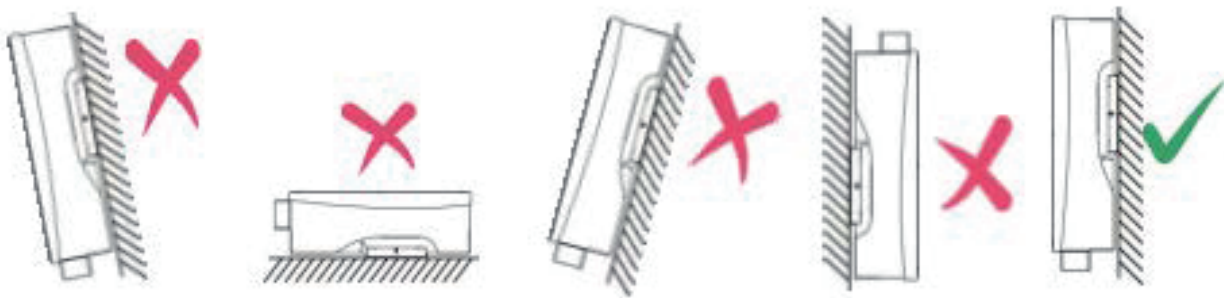

Рисунок 11
- ❖ Інвертор допускається встановлювати тільки в вертикальному положенні, при цьому кут нахилу не повинен перевищувати 15 ° (рисунок 11).